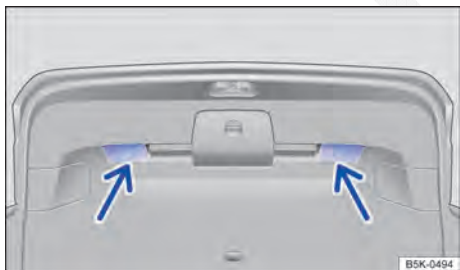

Fig. 37 Tampa do compartimento de bagagem aberta: rebaixos para puxar.
- Segurar um dos rebaixos do revestimento interno da tampa do compartimento de bagagem ⇒ Fig. 37 (setas).